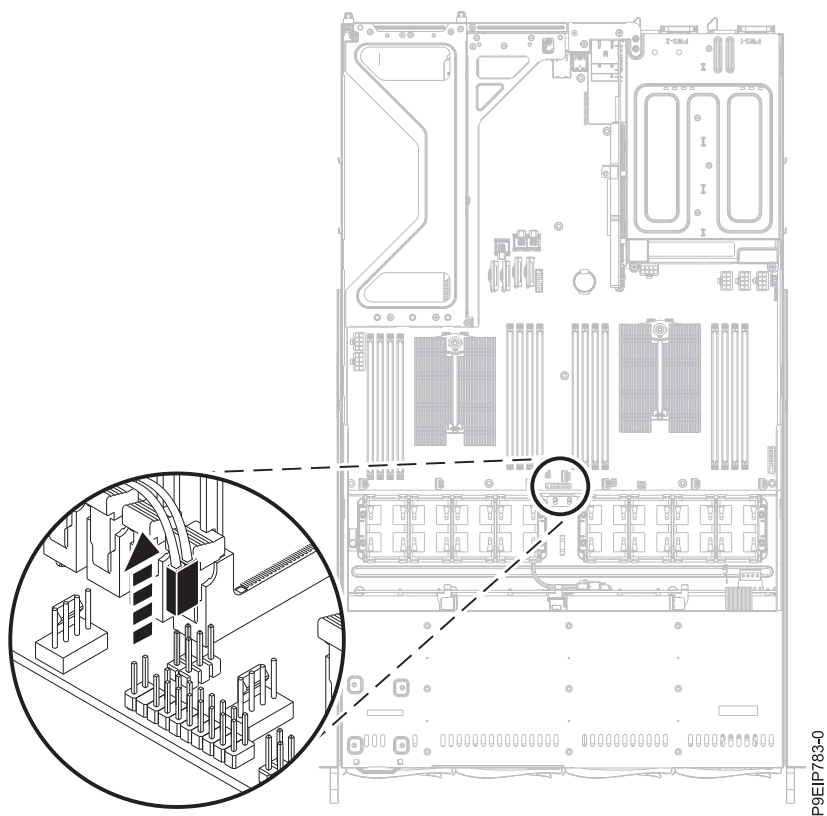

Figure 37. Retrait du câble de commutation de couvercle
9. Notez la position et l'orientation du câble de commutation de couvercle. Retirez le câble de commutation de couvercle du fond de panier système, comme indiqué dans la figure 37, à la page 40.